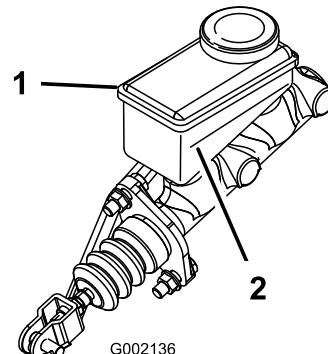

Figura 18
3. Observe o nível do fluido na parte lateral do reservatório (Figura 18).
- Adicione fluido de travões DOT 3 ao reservatório até o nível do fluido estar acima da linha de mínimo (Figura 18).
- Instale a tampa de borracha na parte superior do painel (Figura 18).